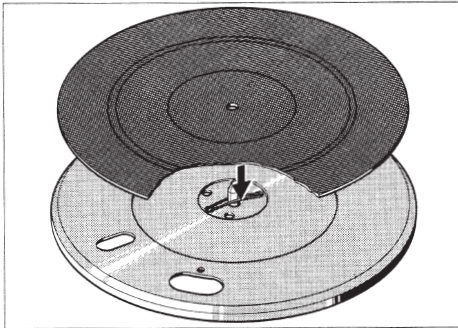

Fig. 1
- Plattenteller aufsetzen und die in der Mitte des Plattentellers angebrachte Sicherung nach unten drücken, bis sie in die Rille der Plattentellerachse einrastet (Fig. 1). Plattentellerbelag auflegen.